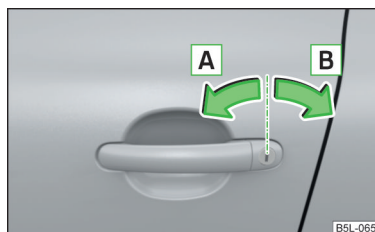

Fig. 12 Partea stângă a autovehiculului: Rotirea cheii pentru descuriere și încuiere
► Rotiți cheia în butucul portierei șoferului, în sensul de deplasare (poziție de descuriere) **A** » fig. 12.
► Rotiți cheia în încuietorea portierei șoferului în sens contrar sensului de deplasare (poziție de încuiere) **B** » fig. 12.